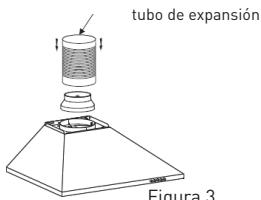

Figura 3
- Coloque el regulador de aire y el adaptador en la evacuación y fíjelos con cinta adhesiva (consulte la figura a continuación). Instale el tubo de expansión en el adaptador de la evacuación y fíjelo con una abrazadera. Tenga en cuenta que el tubo de expansión no está incluido con el aparato. Véase la figura 3.